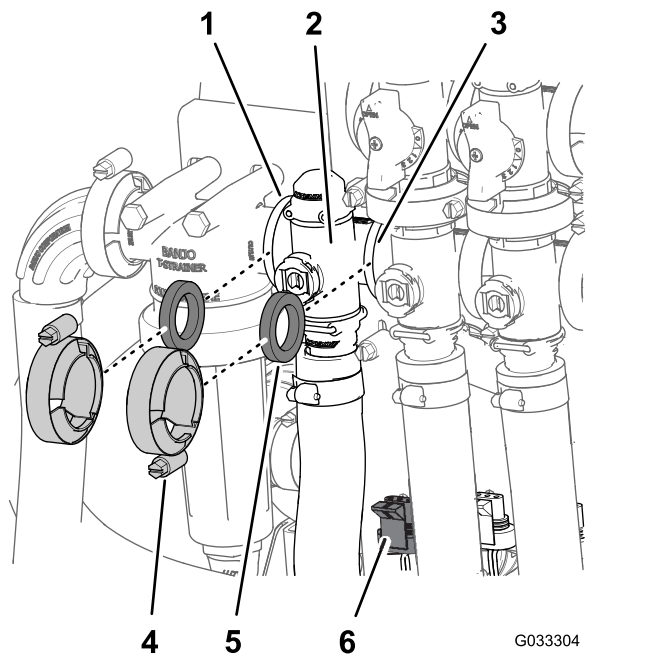

Figura 67
1. Retire os grampos e as juntas que prendem o coletor da válvula de controlo de aplicação Figura 67.